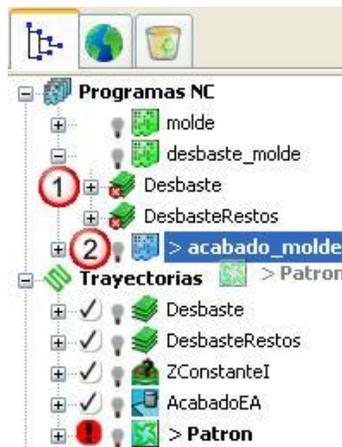

Figura 2.240 Copiar las trayectorias en el orden correspondiente.
- En el Explorador, mover las dos trayectorias de desbaste sobre desbaste_molde - ①, y las tres trayectorias de acabado sobre acabado_molde - ② (Figura 2.240).